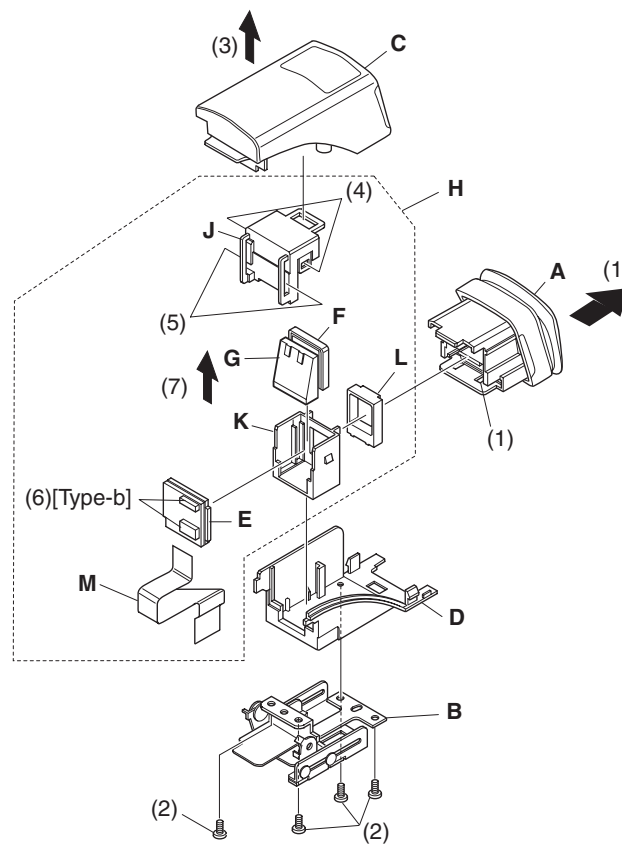

Fig. 4-11
4.11 Eye cup, EVF fulcrum, EVF case U, EVF case B, EBLB circuit board, EVF LCD, and EVF backlight (Fig. 4-11)